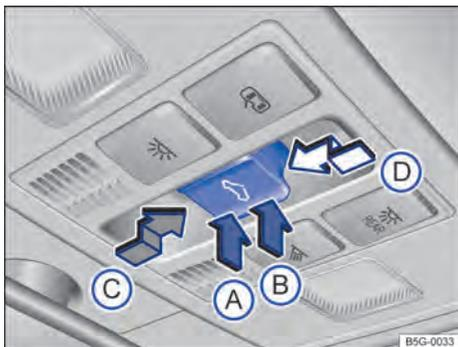

Fig. 36 No revestimento do teto: botão do teto de vidro.
Função	Ação ⇒ Fig. 36
O botão  ⇒ Fig. 36 é de 2 níveis. No 1º nível o teto pode ser totalmente ou parcialmente levantado, aberto ou fechado.
- *Teto de vidro*: dentro de aproximadamente 5 segundos após a liberação do limitador de força, pressionar o botão  ⇒ Fig. 36 até o 2º estágio na direção da seta , até que o teto de vidro esteja totalmente fechado.